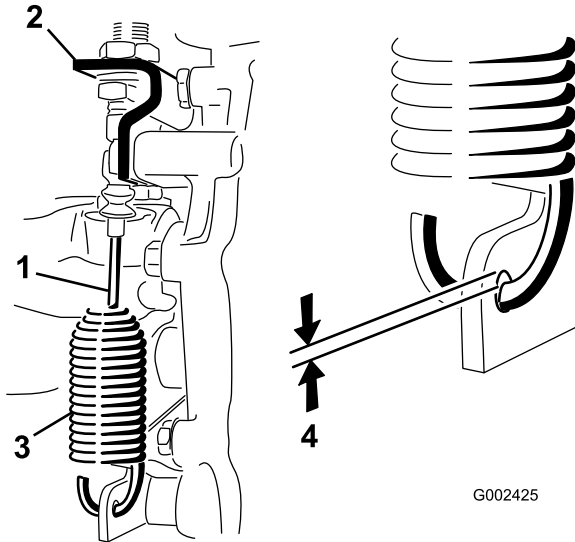

Figura 48
2. Afloje las contratuercas que sujetan el cable de bloqueo del diferencial al soporte del transeje (Figura 48).